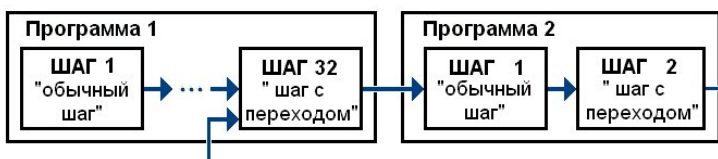

Рисунок 7 – Примеры Программ, которые можно реализовать с помощью различных типов шагов
- ~ программу, состоящую более чем из 32 шагов (рис. 7, б, г);
- ~ программу, работающую по бесконечному циклу (рис. 7, в, г).
Нециклическая программа в приборе (рисунок 7, а, б) состоит из последовательности «обычных шагов» и «шагов с переходом», которая заканчивается шагом типа «конец программы».